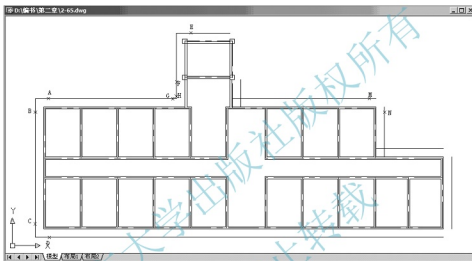

图 2.65 用【倒角】命令修角
① 在选择第一个对象或 [放弃 (U)/ 多段线 (P)/ 半径 (R)/ 修剪 (T)/ 多个 (M)]: 提示下, 拾取散水线 A 处。
② 在选择第二个对象, 或按住 Shift 键选择要应用角点的对象: 提示下, 拾取散水线 B 处。
(2) 反复重复【圆角】命令, 修改 C 和 D 处、E 和 F 处、G 和 H 处, 结果如图 2.65 所示。
① 在选择第一条直线或 [放弃 (U) / 多段线 (P) / 距离 (D) / 角度 (A) / 修剪 (T) / 方式 (E) / 多个 (M)]: 提示下, 拾取图 2.65 中的散水线 M 处。
② 在选择第二条直线, 或按住 Shift 键选择要应用角点的直线: 提示下, 拾取图 2.65 中的散水线 N 处。